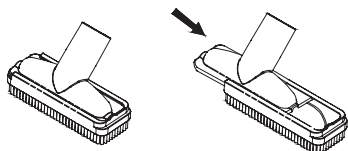

Рис. 4
2. Щелевая насадка (16) используется для чистки радиаторных батарей, уборки в проемах, углах, в области плинтусов и т.п.
3. Насадка для пыли (2 в 1) (17) используется для уборки пыли с любых типов поверхности таких, например, как: книги, жалюзи, решетки кондиционеров, абажуры ламп, полки и т.д. Без щетки насадка может использоваться для чистки мягкой мебели (Рис. 4).